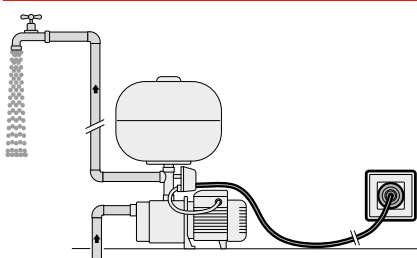

Fig. 1
- ✘ Accione la electrobomba con el punto de suministro abierto (**Fig. 1**).